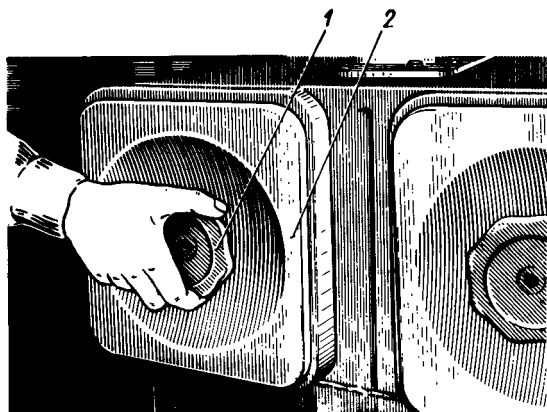

Рис. 78. Снятие крышки воздухоочистителя
- и) убедитесь в том, что трехходовой кран открыт (рис. 78);
а) отверните маховики 1 (рис. 78) и снимите крышки 2 воздухоочистителя;